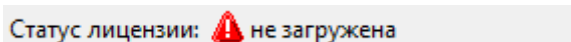

Рисунок 180. Ошибка «Статус лицензии не загружен»
5. В левом нижнем углу Конфигуратора БД появляется ошибка: «Статус лицензии не загружен» (рисунок 180).